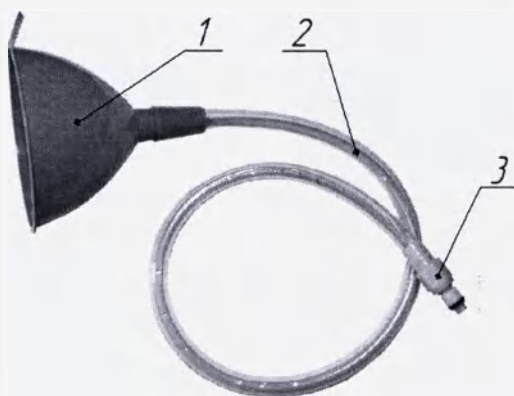

Рис. 5.
6.3.11. Для заливки воды необходимо использовать воронку с трубкой и штуцером (см. рис. 5) из принадлежностей. Перед использованием необходимо промыть воронку и трубку дистиллированной водой.